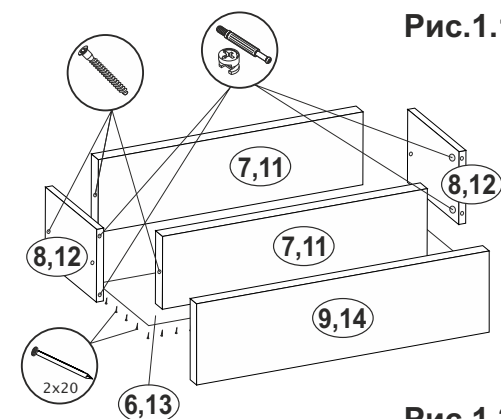

Рис.1.2
- Произвести сборку ящиков: Соединить детали ящика (7,8,11,12) еврошурупами. Замерить диагонали получившихся ящиков и прибить ДВП (6,13) гвоздями 2x20. Прикрутить ручки к створкам (9,14) винтами M4x14/16. Установить створки (9,14) на собранные ящики с помощью эксцентриков. Если на тыльной стороне створке ящика (14) присутствует двойная сверловка сборку осуществлять в соответствии с рис.1.2. Прикрутить ответные части направляющих по центру деталей ящика (8,12) шурупами 3,5x16 (рис.1.1).